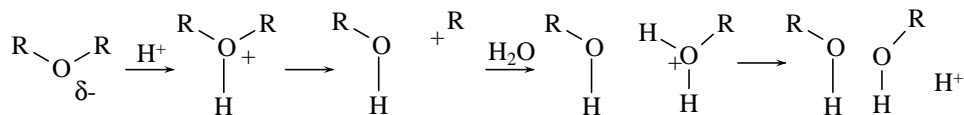

Abbildung 3.3: Allgemeiner Reaktionsmechanismus der *Sauren Hydrolyse*
**Mechanismus** Ein  $H^+$  lagert sich an eine Glycosidbindung an, weil das O eine starke Teilladung  $\delta^-$  hat. Mit einem freien Elektronenpaar des Os bildet es eine O-H-Bindung. Die beiden Zuckerbausteine spalten sich voneinander. Dabei bildet sich aus der Glycosidbindung eine OH-Gruppe und ein positiv geladenes C-Atom im Ring, das mit Wasser eine  $OH_2^+$ -Gruppe bildet. Diese Gruppe spaltet nun wieder ein  $H^+$  ab. In Abb. 3.3 auf S. 26 ist dieser Vorgang schematisch dargestellt.